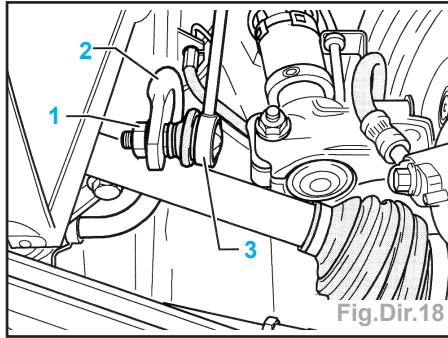

Fig.Dir.18
- Dévisser les écrous hexagonaux (1) à G et à D (Fig.Dir.18).